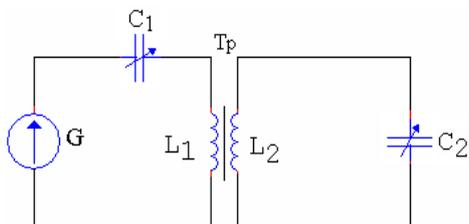

Рис. 1.
Контур, в который включен генератор, называется первичным (I), контур, в который энергия поступает из первичного, называется вторичным (II). Существуют различные виды связи между контурами. Рассмотрим способы настройки на примере двух контуров с трансформаторной связью (рис. 1).